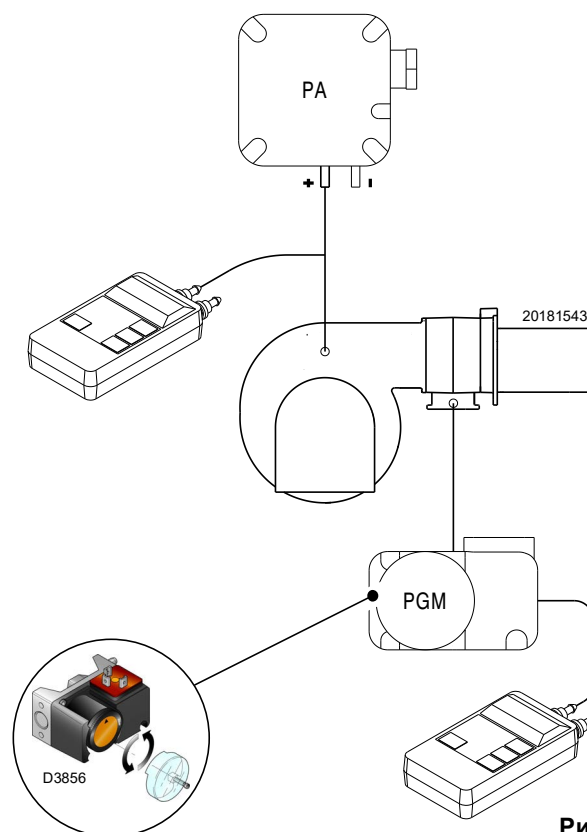

Рис. 30
- Установите реле максимального давления газа (Рис. 30 на стр. 32) на конец шкалы.
Настройка реле максимального давления газа (Рис. 30) выполняется после всех остальных регулировок горелки, устанавливая реле максимального давления газа на конец шкалы.